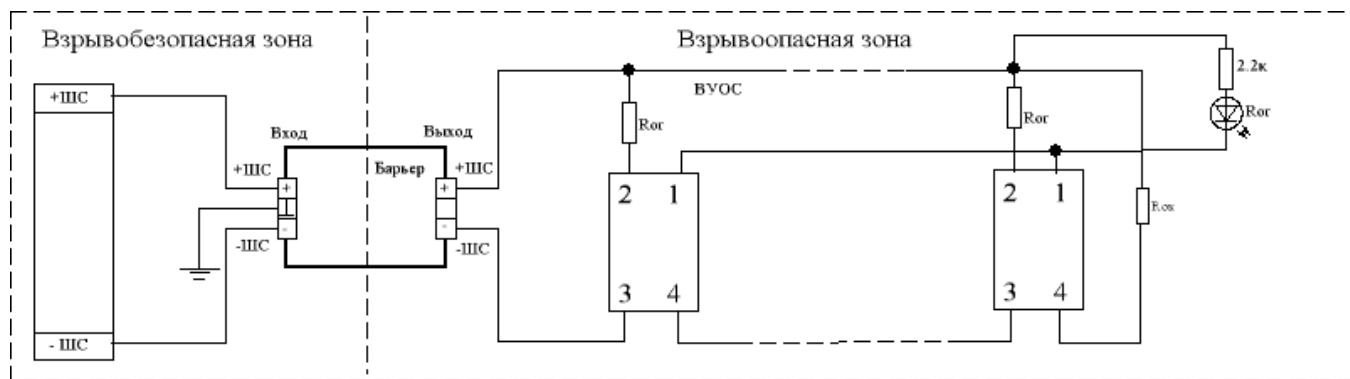

Рис. 4. Схема подключения ВУОС для группы извещателей, включенных в один шлейф
7.6 Схема вывода группового сигнала ВУОС для извещателей, включенных в один двухпроводный шлейф пожарной сигнализации, приведена на рис. 4.